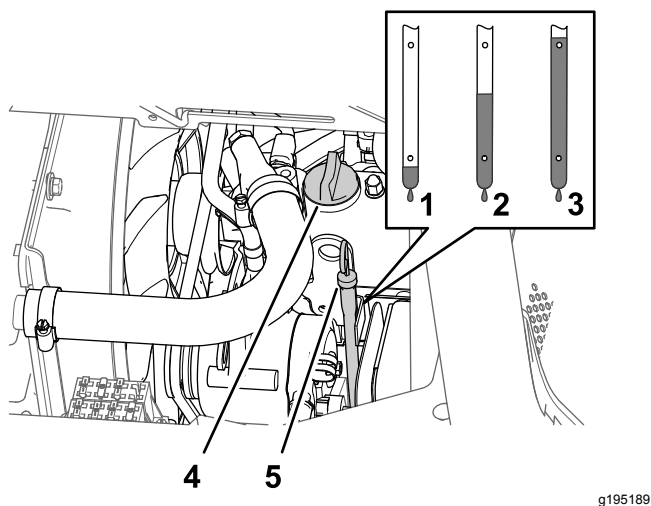

Figura 77
5. Retire el tapón de llenado de aceite del cuello de llenado de la tapa de válvulas del motor, y vierta lentamente aproximadamente el 80% de la cantidad especificada de aceite por el cuello de llenado (Figura 77).
6. Retire la varilla y compruebe el nivel de aceite del motor (Figura 77).
7. Añada lentamente más aceite del tipo especificado para que el nivel llegue a la marca Lleno de la varilla (Figura 77).
8. Instale el tapón de llenado de aceite en el cuello de llenado y la varilla en el tubo de la varilla (Figura 77).